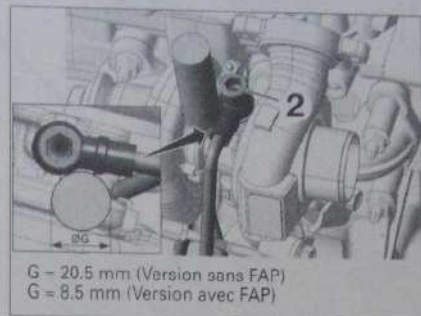

Fig. 68
- A l'aide de pige, serrer les vis (1) et (2) (Fig. 68) et (Fig. 69).